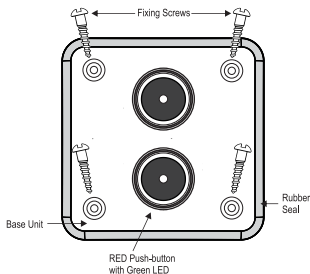

Fig.2
- Befestigen Sie die Basiseinheit mit den vier Befestigungsschrauben, die im Lieferumfang des Gerätes enthalten sind (siehe Abb.2)